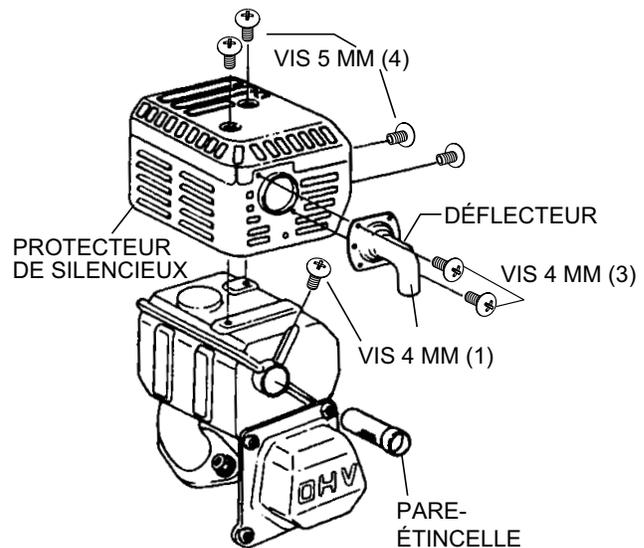

Figure 33. Démontage du pare-étincelle
1. Retirez la vis de 4 mm (3) du déflecteur d'échappement, puis enlevez-le. Voir (Figure 33).
2. Retirez la vis de 5 mm (4) du protecteur du silencieux, puis enlevez le protecteur du silencieux.